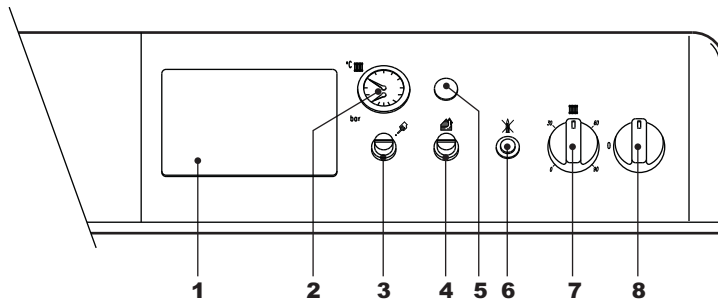

fig. 1 - Tableau des commandes
- Mettre l'interrupteur de la chaudière "8" sur la position 1 (fig. 1).
- Lorsque la chaudière est dotée d'un module électronique thermostatique, monté en position 1 de la fig. 1, l'utilisateur devra également tenir compte des instructions fournies par le constructeur du module en question.
Tourner la manette fig. 1 "7" dans le sens des aiguilles d'une montre fera augmenter la température de l'eau de chauffage, la tourner dans le sens contraire la diminuera. La température peut être modulée de min. 30° à max. 90°. Il est toutefois conseillé de ne pas faire fonctionner la chaudière au-dessous de 45°.
Programmer à l'aide du thermostat d'ambiance la température souhaitée à l'intérieur des pièces. Commandée par le thermostat d'ambiance, la chaudière s'allume et l'eau est amenée à la température établie par le thermostat de réglage de la chaudière 7 de fig. 1. Le générateur s'éteint dès que la température souhaitée aura été atteinte à l'intérieur des pièces.
La pression de charge de l'installation froide, lue sur l'hydromètre de la chaudière partie 2 de fig. 1, doit être d'environ 1,0 bar. Au cas où au cours du fonctionnement de l'installation la pression baisserait, (à cause de l'évaporation des gaz contenus dans l'eau)